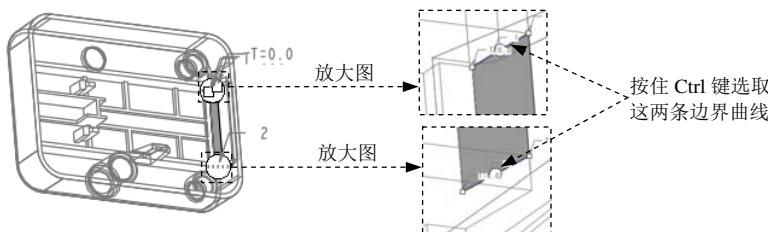

图 20.25 定义边界曲面 7
- (1) 按住 Ctrl 键, 选取合并面组 7 和边界曲面 6。
- (2) 单击 **分型面** 操控板中 **编辑** ▾ 区域的 **合并** 按钮, 此时系统弹出“合并”操控板。
- (3) 在操控板中单击 **选项** 按钮, 在“选项”界面中选中 相交 单选项。
- (4) 在“合并”操控板中单击 **确定** 按钮。
Step20. 创建图 20.25 所示的边界曲面 7。
- (1) 单击 **模型** 功能选项卡中的 **切口和曲面** ▾ 按钮, 在系统弹出的菜单中依次单击 **曲面** ▾ **→** **边界混合**, 系统弹出“边界混合”操控板。
- (2) 定义边界曲线。按住 Ctrl 键, 依次选取图 20.25 所示的两条边界曲线。
- (3) 在操控板中单击 **确定** 按钮, 完成边界曲面 7 的创建。